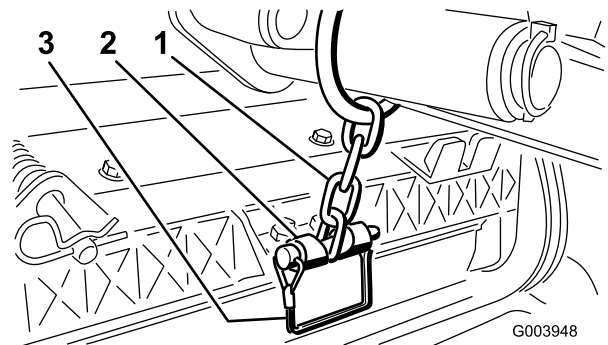

Bild 10
12. Befestigen Sie die Hubarmkette mit dem Einraststift an der Kettenhalterung (Bild 10). Verwenden Sie die